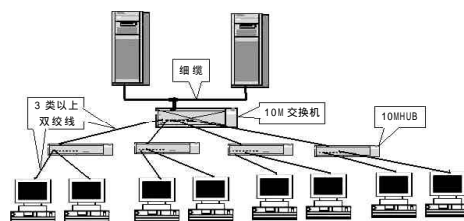

图 30
A. 共享与交换相结合的网络,拓扑结构如图 30。这种网络的优点是服务器和工作站都使用 10M 网卡,网络布线与共享式 10Base-T 基本相同,只需 3 类或 3 类以上 UTP,将所有的 HUB 用双绞线连接到中心交换机上,交换机再与服务器连接。这样,每个工作站可能获得 10M 的带宽。该方案的缺点是服务器仍然只有 10M 的带宽,形成网络的瓶颈。这种结构一般用于对多服务器 10Base-T 共享网络的升级。